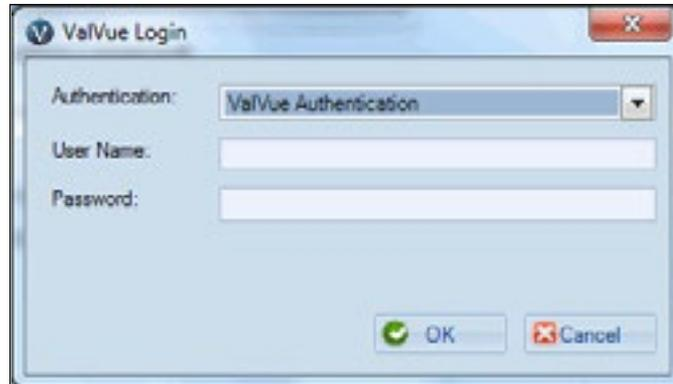

**Figure 7 - Affichage du statut des applications**
6. Cliquez sur **Next (Suivant)**. La Figure 7 s'affiche.